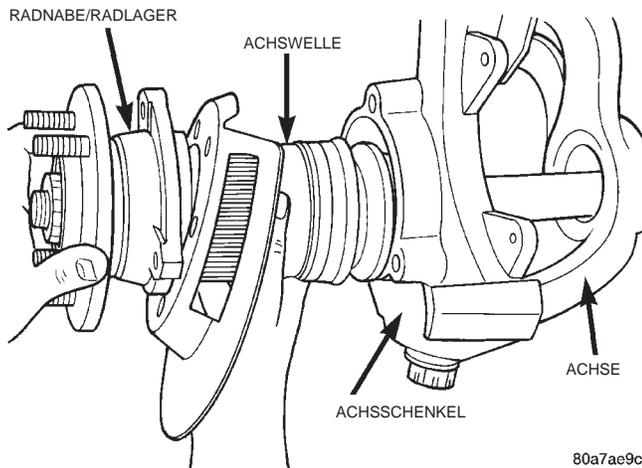

Abb. 20 Radnabe/Radlager und Achse
(8) Die Radnabe und/oder Achswelle aus dem Achswellenrohr herausziehen (Abb. 20). **Dabei nicht die Wellendichtringe im Differential beschädigen.**